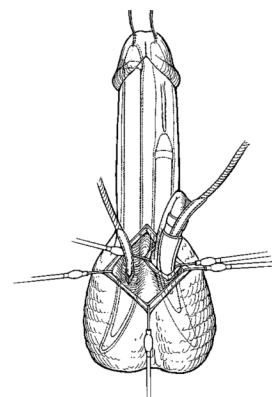
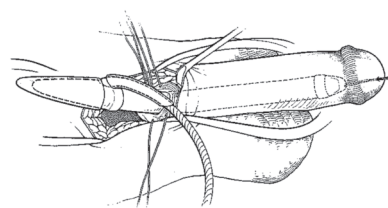

Figura 4-14a. Penoscrotale: inserimento dei cilindri
Figura 4-14b. Infrapubico: inserimento dei cilindri
15. Ripiegare all'indietro il cilindro su se stesso, quindi spingere l'estremità prossimale del cilindro nella crura, estendendo delicatamente, nel contempo, il pene distale (**Figura 4-14a, Figura 4-14b**). In alternativa, posizionare la porzione a forma di "U" dello strumento prossimale al punto di giunzione tra il tubo di uscita e il cilindro e con l'ausilio dello strumento spingere l'estremità prossimale del cilindro nella crura, estendendo delicatamente, nel contempo, il pene distale. Il lato più piatto dello strumento dovrebbe essere rivolto verso il cilindro.